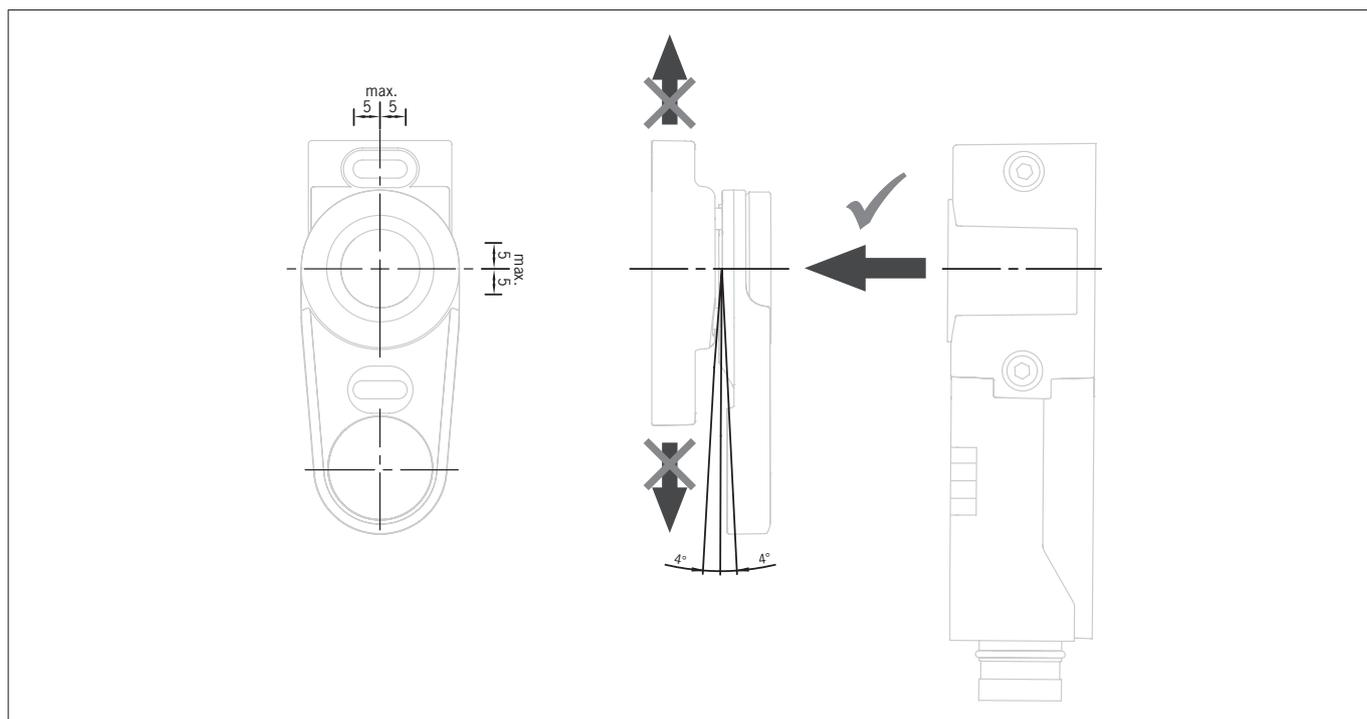

Bild 3: Anfahrichtung, maximaler Mittenversatz und maximale Betätigerauslenkung
- › Beim Öffnen der Schutztür muss der Betätiger frontal vom Schalter weggeführt werden (siehe *Bild 3: Anfahrriichtung, maximaler Mittenversatz und maximale Betätigerauslenkung auf Seite 10*).